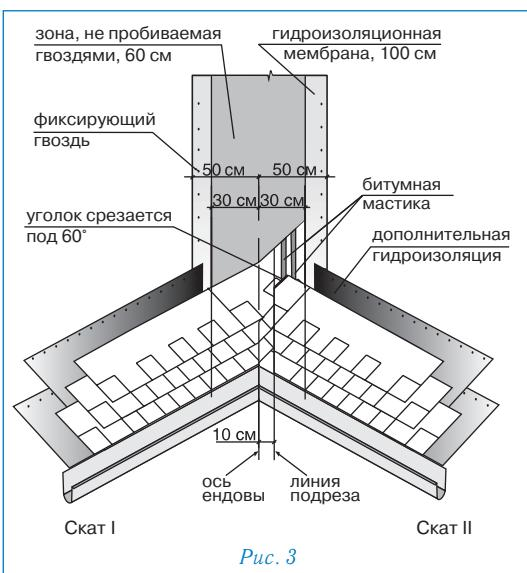

Рис. 3
Ендова (рис. 3)
- на прилегающем скате (II) вдоль оси ендovy на расстоянии 30 см от нее отбивается линия;
- лист, подходящий к ендовой со ската II, должен доходить до линии подрезки и обрезаться по ней. Верхний уголок обрезанного края листа подрезается под углом 60° (5 × 3 см — рис. 3);